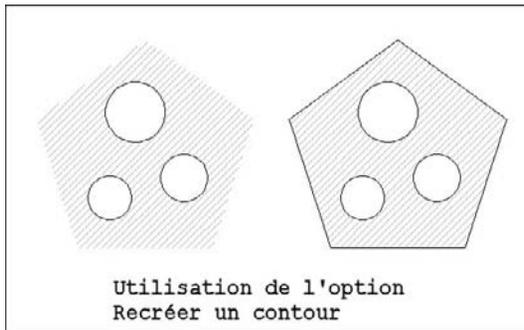

Fig.8.5
- ▶ **Recréer un contour** (Recreate boundary) : crée une polyligne ou une région autour des hachures ou du remplissage sélectionnés et l'associe facultativement avec l'objet de hachures (fig.8.5).